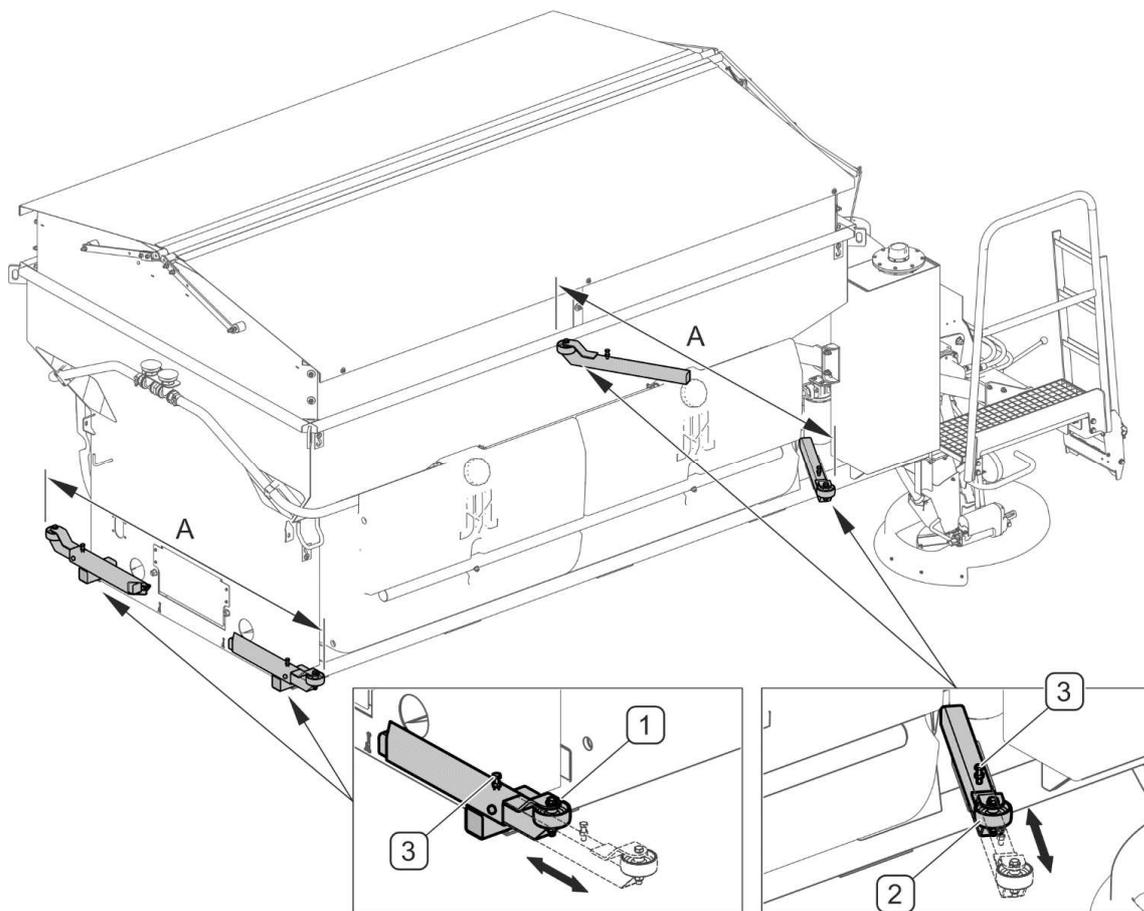

ABBILDUNG 4.6 Führungen
Um die Einstellung zu vereinfachen, wurden einstellbare Führungen (1) und (2) mit Rädern (ABBILDUNG 4.6) und Begrenzer vorgesehen, die auf der Unterseite des Rahmenbalkens am Heck der Maschine befestigt sind. Die vorderen (1) und hinteren Führungen (2) so einstellen, dass das Maß (A) ein wenig kleiner ist, als die innere Breite des Ladekastens des Trägerfahrzeugs (ABBILDUNG 4.6).
Die Führungen (ABBILDUNG 4.6) werden bei Trägerfahrzeugen eingesetzt, die über ausreichend feste Seitenwände des Ladekastens verfügen.
Die Verwendung der Führungen (ABBILDUNG 4.6) hängt von der Art der Befestigung der Maschine auf der Ladeplattform ab (siehe 4.3.2 BEFESTIGUNG DER MASCHINE AUF DER PLATTFORM DES TRÄGERFAHRZEUGS).